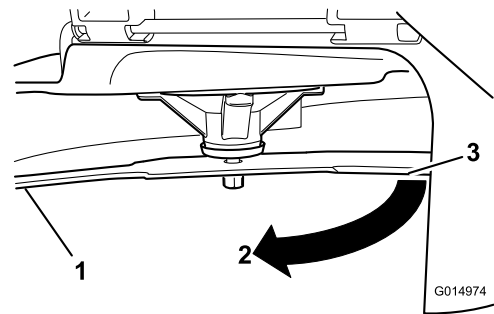

Figura 78
3. Distanța măsurată dintre lamă și suprafață (A)
4. Rotiți aceeași lamă la 180 de grade, astfel încât marginea de tăiere opusă să se afle acum în aceeași poziție (Figura 78).